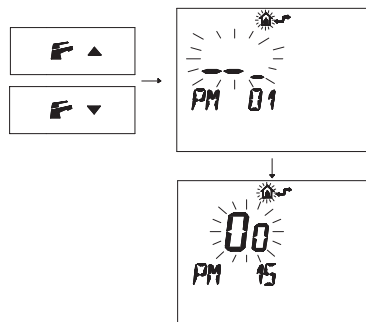

Figura 5.26
- Premere i pulsanti  $F \downarrow$  o  $F \uparrow$  per visualizzare la programmazione "PM15" abilitazione della sonda esterna (Figura 5.26).